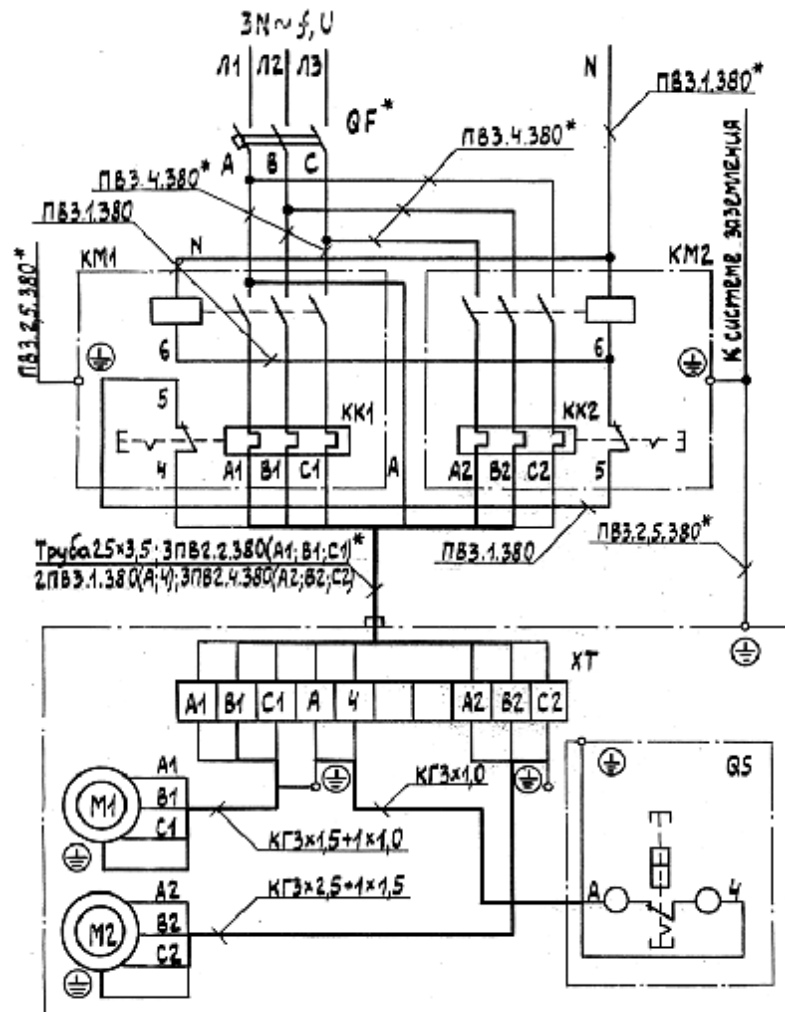

Рис. 14. Схема электрическая принципиальная и соединений установки К-33
4.3.1. Установки выпускаются для подключения в трёхфазную четырёхпроводную сеть с напряжением 380В 50Гц (рис.14).